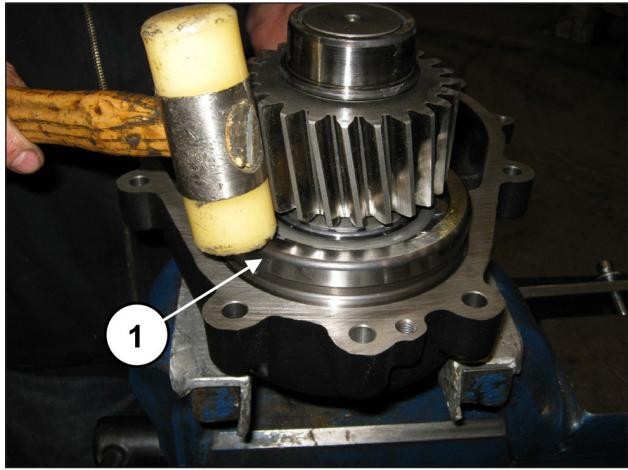

图 87
将预装好的小齿轮插入减速机盖的专用底座内, 可使用锤子(位置①, 图 87)。